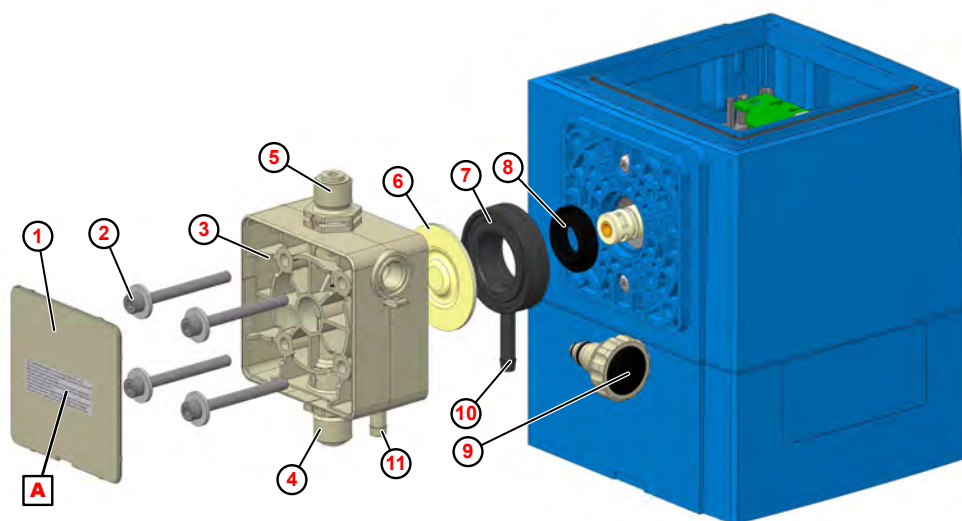

Fig. 23: Remplacement de la partie supérieure de la pompe, de la membrane et de la membrane de protection
1. ➤ Dévisser les soupapes d'aspiration et de refoulement (Fig. 23 , ④ et ⑤).
2. ➤ Dévisser la vis de purge ⑨ (uniquement en cas de remplacement de la partie supérieure de la pompe).
3. ➤ Retirer la plaque de recouvrement ① de la tête de dosage.
4. ➤ Desserrer les vis de la partie supérieure de la pompe ② et les déposer.
5. ➤ Déposer la partie supérieure de la pompe ③ .
6. ➤ Dévisser la membrane ⑥ .
7. ➤ Retirer la plaque intermédiaire ⑦ .
8. ➤ Retirer la membrane de protection ⑧ du coulisseau.
10. ➤ Poser la plaque intermédiaire de telle sorte que l'évacuation pour rupture de membrane ⑩ soit dirigée vers le bas.